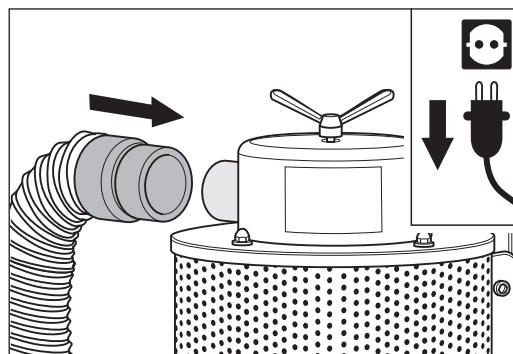

Abb. 63 Den Druckschlauch oben am Staubabscheider auf den Rohrstützen stecken.
- 6 Stecken Sie den Druckschlauch wieder oben am Staubabscheider auf den Rohrstützen (Abb. 63).